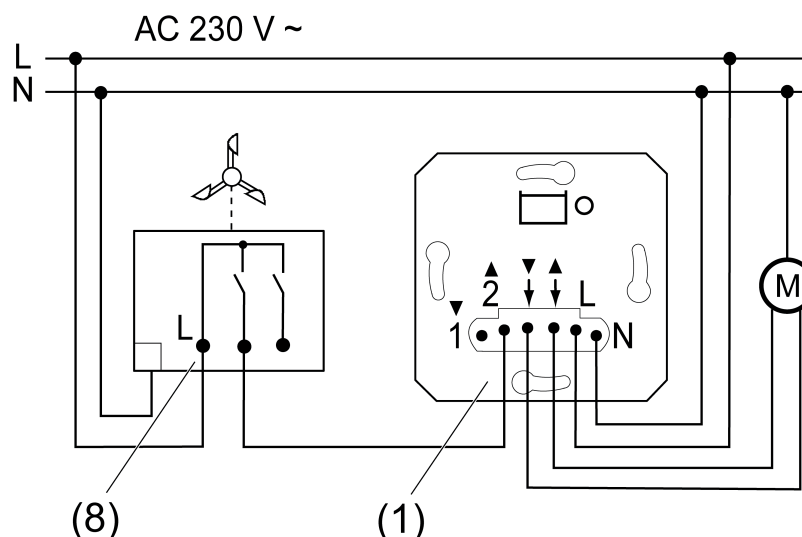

Bild 5: Anschlussbeispiel Windsensor
- Den Windsensor (8) nach Anschlussbeispiel anschließen (Bild 5). Windalarm wird über den Nebenstelleneingang 2 realisiert.